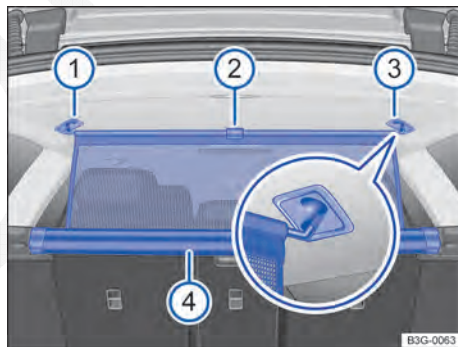

Fig. 126 No compartimento de bagagem: pendurar a rede divisória.
- Tirar a rede divisória com a tira → Fig. 126 ❷ da carcaça → Fig. 126 ❸, puxando-a para cima.
- Prender a rede divisória no lado direito → Fig. 126 ❹ (lupa).
- Prender a rede divisória no lado esquerdo, comprimindo a barra transversal no alojamento → Fig. 126 ❶.
A rede divisória estará fixada corretamente se as extremidades em forma de T estiverem seguramente presas nos respectivos alojamentos → Fig. 126 ❸ e ❶
- Desenganchar a barra transversal dos alojamentos → Fig. 126 ❸ e ❶
- Conduzir a rede divisória totalmente para baixo para a carcaça → Fig. 126 ❹.